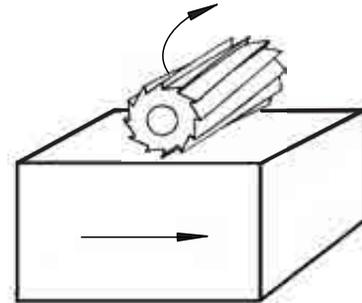

Fig. 5
- b) Aproxime manualmente la herramienta sobre la superficie del material. (Fig. 5).